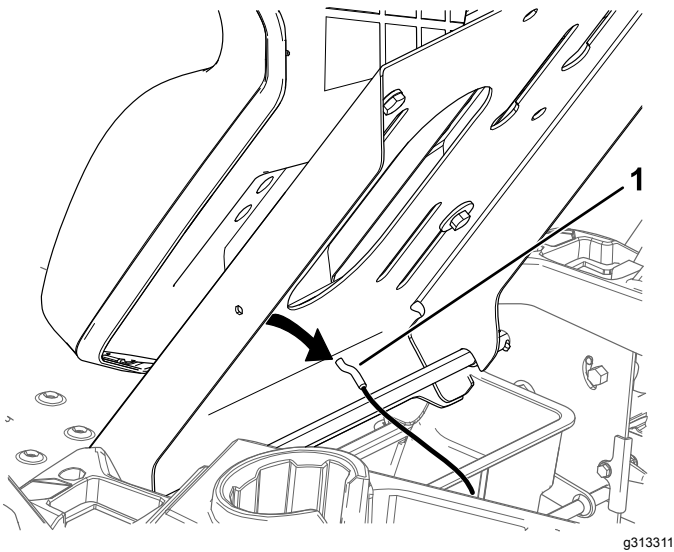

Figura 1
1. Incline el asiento hacia arriba como se muestra en la Figura 1.
2. Desenganche el cable de inclinación de la base del asiento (Figura 1).